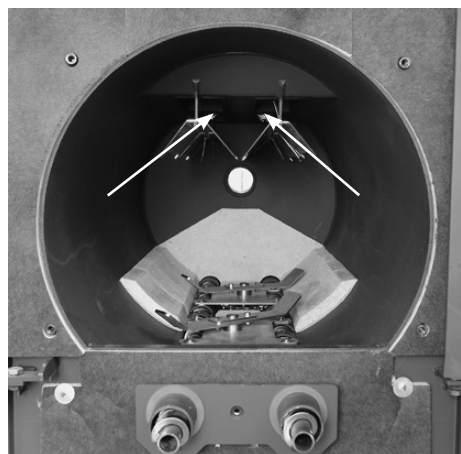

Fig. 18
9. Rimuovere la cenere dalla camera di combustione e dai deflettori in lamiera; al meglio con l'aiuto di un aspirapolvere. Pulire in modo accurato in particolare l'ingresso dei fumi negli appositi tiraggi (freccie - Fig. 18).